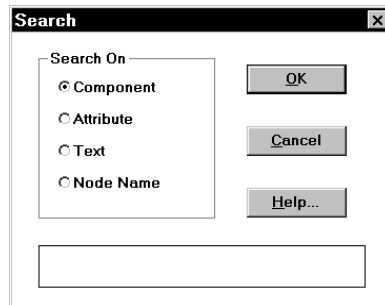

Figura 16. Cuadro de diálogo para encontrar objetos
- 17) **Find...** (Buscar, Encontrar). Esta opción provoca la aparición del cuadro de diálogo de la Figura 16, que se utiliza para buscar una serie de elementos en el fichero como son: texto de parámetros, texto situado en el área de dibujo, números de nodo y componentes.